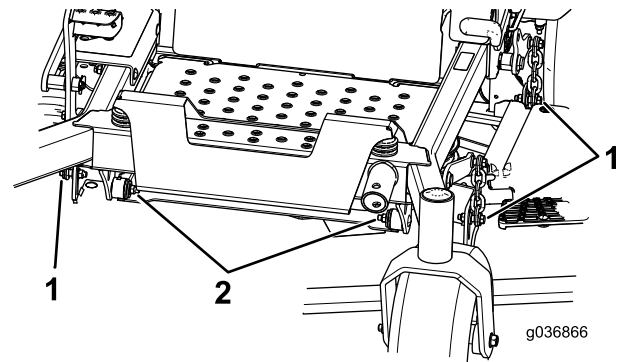

Figura 84
8. Rimuovete e conservate dadi e bulloni su ambo i lati della macchina (Figura 84).